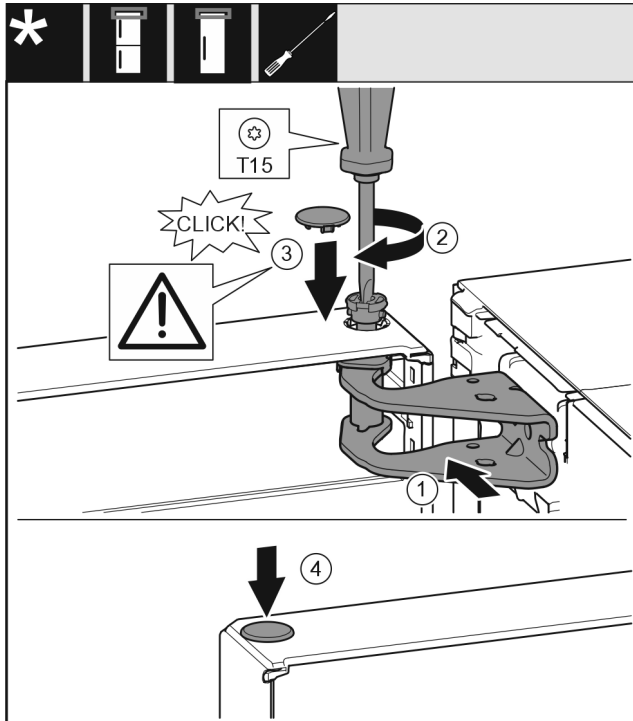

Fig. 21
- ▶ Выровняйте дверь вверху по отверстию в опорном кронштейне. Fig. 21 (1)
- ▶ Вставьте палец Fig. 21 (2) и затяните отверткой.
- ▶ Установите предохранительную крышку Fig. 21 (3) для защиты двери: вставьте предохранительную крышку и проверьте, прилегает ли она к двери. В ином случае вставьте палец полностью.
▶ Вставьте заглушку Fig. 21 (4).